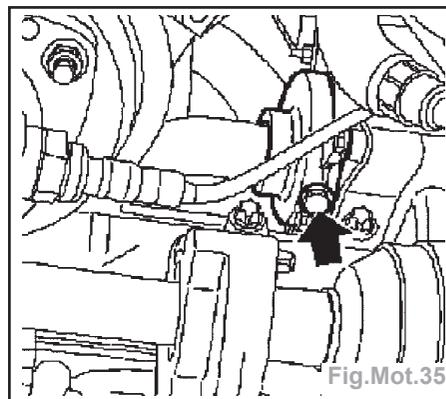

Fig.Mot.35
- Desserrer la vis de vidange de la pompe à eau (Fig.Mot.35).